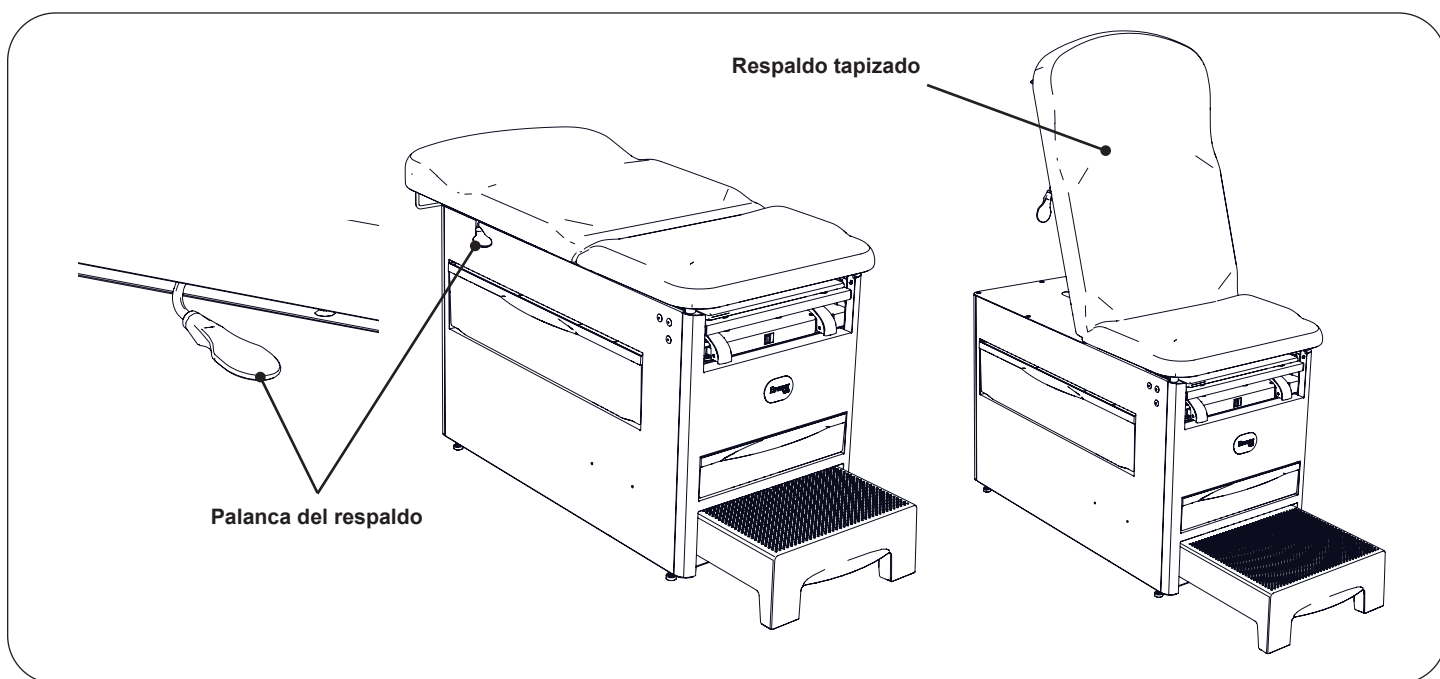

Figura 15. Operación del respaldo tapizado
1. Mientras mantiene presionada la palanca del respaldo, levante el respaldo tapizado hacia arriba para subirlo (Figura 15). Soltar la palanca bloqueará automáticamente la mesa en la posición deseada.